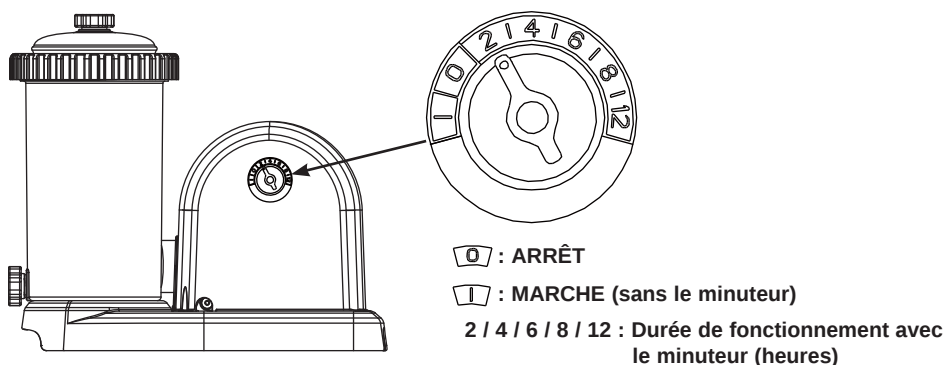

FIG 10
4. Avec l'eau pénétrant dans la pompe, la pression de l'eau va chasser l'air des conduits et de la chambre de filtration par la purge d'air (2). Quand il n'y a plus d'air dans la filtration, l'eau va sortir par la purge d'air (2). A ce moment, serrez fermement la purge (2) en la tournant dans le sens des aiguilles d'une montre.
- A. Branchez le cordon d'alimentation dans une prise électrique et réglez le bouton du minuteur sur la durée (heures) de fonctionnement désirée. **Voir Figure. 10.** Consultez le tableau « Durée de fonctionnement » pour les heures de fonctionnement requises relatives à chaque dimension de piscine.